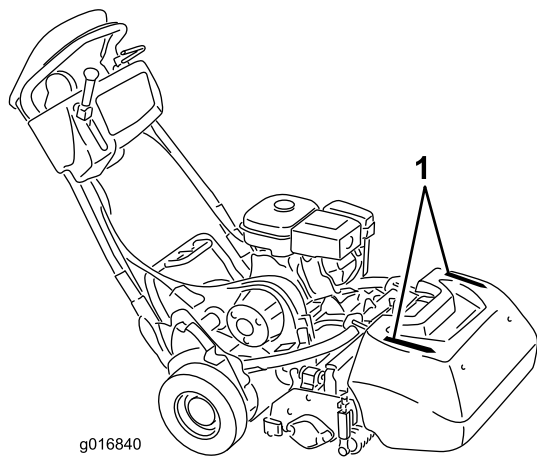

图26
- 为帮助剪草机保持在果岭上的直线操作，且和上一道剪草边缘的距离保持均衡，应使用集草斗上的对准条（图26）。